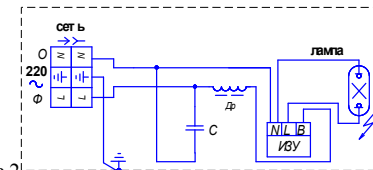

Рис.2
8.1 Подвесить светильник за узел подвеса (1), установить отражатель (2) на скобу корпуса светильника, при этом винт на отражателе вывернуть на ¼, завести отражатель под скобу и закрепить винтом (4); расстегнуть защелки светильника и снять стенку; пропустить кабели через уплотнительные ниппели и подключить к розетке штепсельного разъема (3) согласно схемы (рис.2); установить стенку в исходное положение, вернуть лампу